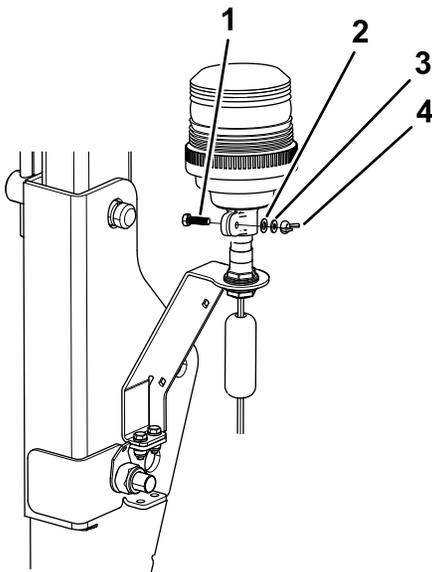

Figure 14
6. Serrez l'écrou à oreilles sur le collier (Figure 14).